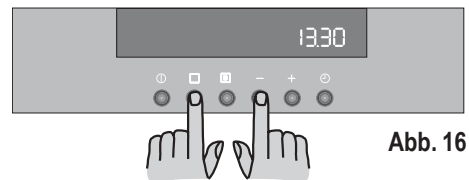

Abb. 16
- Drücken Sie gleichzeitig die Tasten  und "“ und halten Sie sie mindestens 3 Sekunden lang gedrückt. Ein kurzer Signalton ertönt und die Anzeige 'SAFE' verschwindet vom Display; der Ofen kann nun wieder benutzt werden (Abb. 16).